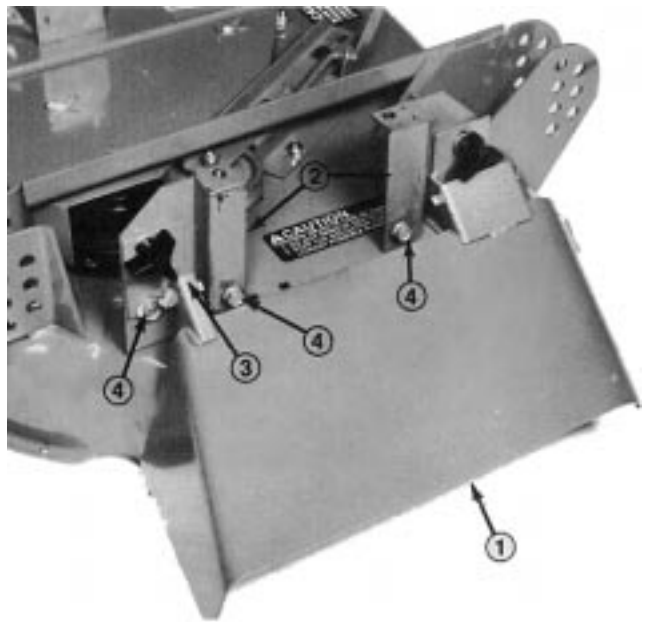

Figure 20
3. Glisser le déflecteur d'herbe de l'unité de coupe sur les boulons d'alignement, et le fixer aux supports de montage à l'aide des boutons et rondelles (Fig. 20).
4. Remonter le carter de courroie (Fig. 20).